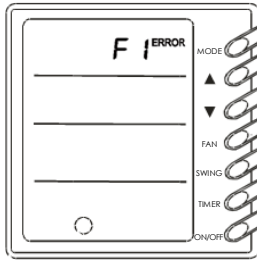

Fig.6
4.3.9 Malfunzionamento display (Fig.6)
4.3.9 Malfunction display (Fig.6)